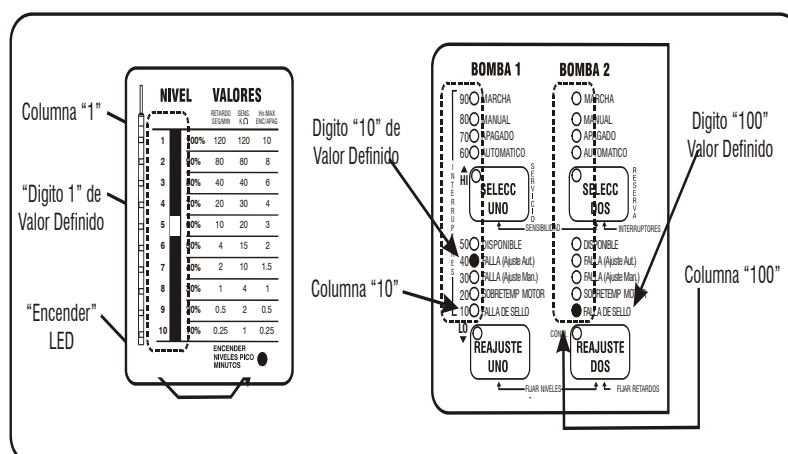

Figura 17 Cómo leer un EDS de valor numérico
Un EDS Encendido/Apagado puede tener sólo dos valores posibles, Encendido u Apagado. Mientras usted está configurando o inspeccionando el estado del EDS, éste se indica mediante la luz ENCENDIDO, como se ilustra en la Figura 17.
Mientras usted está configurando o inspeccionando el valor del EDS, éste se indica en el gráfico de barras, como se ilustra en la Figura 17.
Los LED de la Figura 17 muestran el valor 145.
1. Pulse el 'Combo de Teclas EDS'. El número de EDS actualmente seleccionado se mostrará con el formato ilustrado en la Figura 17. Las luces HI y LO encendidas son una indicación para cambiar el número actual de EDS.